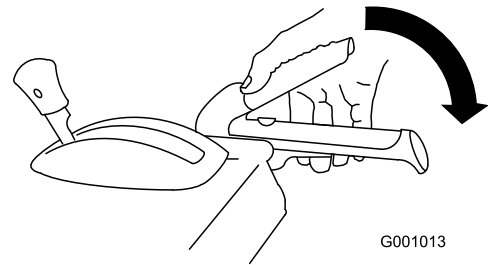

Figure 30
1. Pour engager la vis sans fin/turbine, serrez le levier droit (vis sans fin/turbine) contre la poignée (Figure 30).